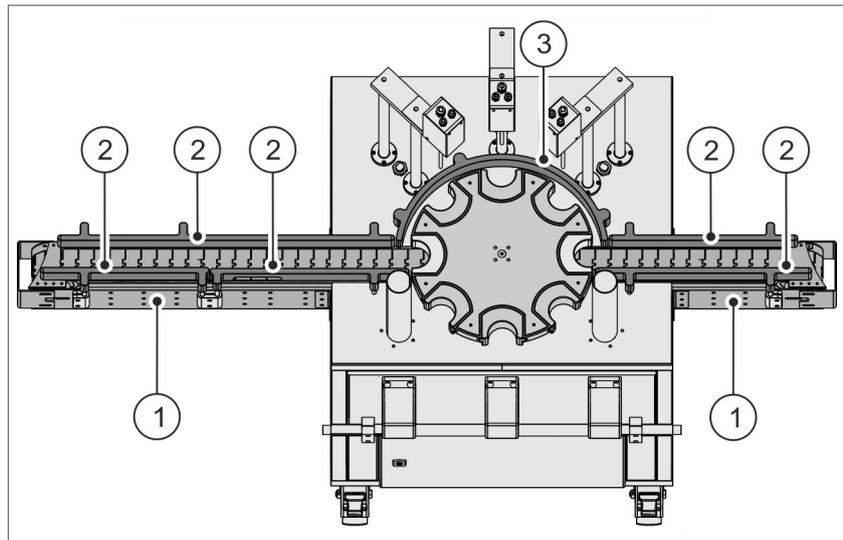

Abb. 13 Förderbänder und Führungsleisten (Ausschnitt)
- ① Förderbänder
- ② Führungsleisten, gerade
- ③ Führungsleisten, gebogen
Über die Förderbänder Abb. 13/① werden die Glasflaschen zu den Modulen hin oder von den Modulen weg transportiert.
Die auswechselbaren Führungsleisten Abb. 13/② + ③ dienen der Führung der Glasflaschen und sichern diese vor Herunterfallen.